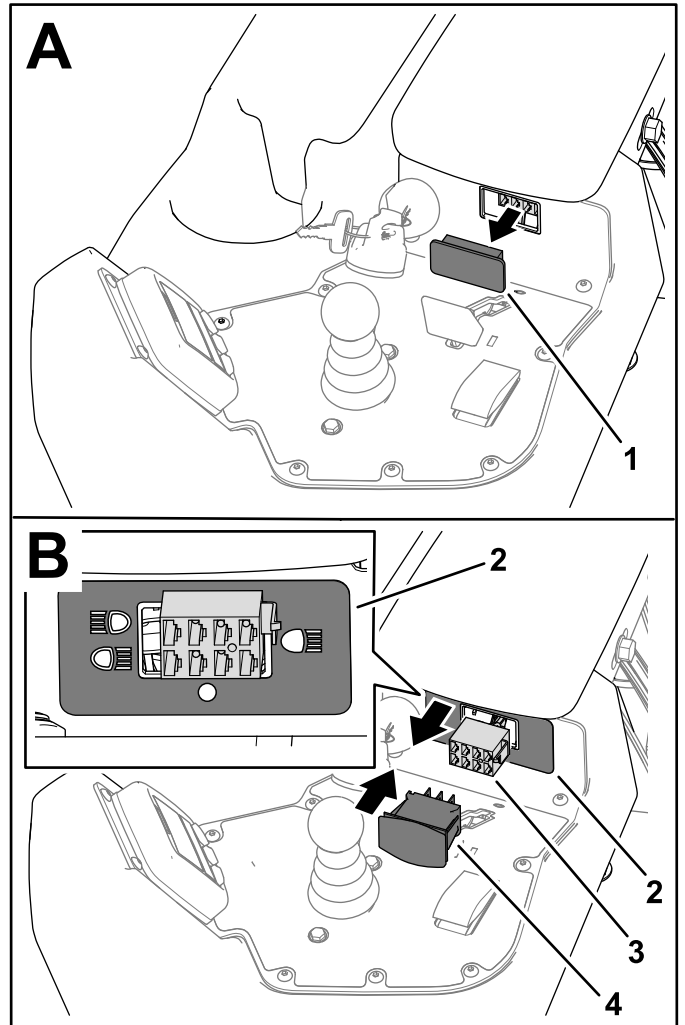

図 4
1. コンソールからプラグを外す 図 4。
2. 図 4 に示すように、デカル P/N 131-2046 を取り付ける。
デカルが 図 4 のように正しい向きで取り付けられたことを確認する。